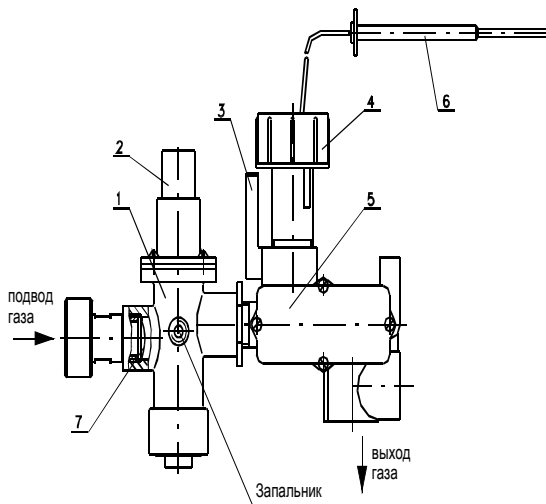
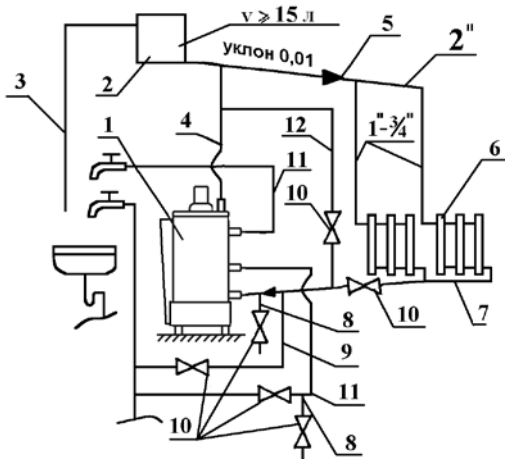

Рис. 2 Автоматика аппарата
Рис.4 Схема системы отопления и горячего водоснабжения
4.2. Автоматика аппарата (Рис.2) состоит из клапана газового магнитного 1 (Рис.2), терморегулятора 5 (Рис.2), сильфона - термобаллона 6 (Рис.2) и служит для подачи газа к запальнику и горелке и автоматического отключения подачи газа при:
4.4. Терморегулятор 5 (Рис.2) предназначен для регулирования температуры воды в баке и состоит из узла «сильфон - термобаллон» 6 (Рис.2), установленного внутри бака аппарата, системы рычагов и клапана, расположенных в корпусе терморегулятора. На корпусе закреплена ручка регулировочная 4 (Рис.2), вращая которую относительно стрелки 3 (Рис.2) можно настраивать терморегулятор на температуру воды от 50 °С до 90 °С. Эта перемена температуры вызывается перемещением сильфона вверх (вниз) при вращении ручки регулировочной и его воздействием на рычажный механизм.
- нажимать кнопку пусковую 2 (Рис.2) и вращать ручку регулировочную температуры нагрева воды 4 (Рис.2) без надобности;
- настраивать ручку регулировочную 4 (Рис.2) на температуру выше 90 °;
6.11. Заполните трубу для установки сильфона - термобаллона 6 (Рис.2) машинным или автомобильным маслом (объем заливаемого масла ~ 6 см³).
6.13. Заполните систему отопления водой. Контроль заполнения системы отопления осуществляется по трубе сигнальной 3 (Рис.4). Категорически запрещается установка запорной арматуры на стояке, идущем от аппарата. В целях исключения нарушения прочности и плотности аппарата при заполнении и подпитке системы отопления не допускать превышения давления перед аппаратом более 150 кПа (1,5 кг/см²).
6.19. При работе аппарата в летнее время только на ГВС, после прекращения забора горячей воды выключите основную горелку, повернув ручку регулировочную 4 (Рис.2) в положение "0" (Выключено).
6.21. При длительном отборе горячей воды рекомендуем: для повышения температуры и объема горячей воды предварительно установить ручку регулировочную 4 (Рис.2) на температуру 80 °С ÷ 85 °С и закрыть вентиль 10 (Рис.4) на магистрали обратной воды 7 в системе отопления. После окончания забора горячей воды открыть вентиль 10 на магистрали обратной воды 7 для восстановления циркуляции воды в системе отопления и установить ручку регулировочную 4 (Рис.2) на требуемую температуру.
6.22. На летний период закрыть вентиль 10 (Рис.4) на магистрали 7 обратной воды и открыть вентиль 10 на магистрали 12. На осенне-зимний
6.23. При работе аппарата в летнее время только на горячее водоснабжение с постоянным длительным забором (ванна, душ), с расходом 5,4 л/минуту (АКГВ-17,4-3 Универсал), 7,1 л/минуту (АКГВ-23,2-3 Универсал), 8,9 л/минуту (АКГВ-29-3 Универсал), для получения стабильной ее температуры (не ниже 45 °С) необходимо устанавливать ручку регулировочную 4 (Рис.2) на температуру 80 °С±85 °С и при ее достижении включить забор воды. Не более чем через 10 минут после включения забора воды аппарат выходит на стабильный режим работы и выдает воду с температурой не ниже 45 °С.
8.4. В случае прекращения работы аппарата в зимнее время на продолжительный срок (свыше суток) полностью слейте воду из системы отопления и системы горячего водоснабжения через вентили 10 сливных магистралей 8 (Рис.4) во избежание ее замерзания.